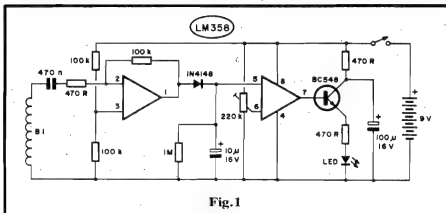

Fig.1
- FIG. 1 - O CIRCUITO - Centrado num único Integrado (que, contudo, "embute" dois Amplificadores Operacionais muito sensíveis e versáteis...), tipo LM358 (CA1458...), o circuito tem seu diagrama muito simples mostrado na figura. O primeiro dos dois Amp.Ops. contidos no Integrado, delimitado pelos pinos 1-2-3, está arranjado em Amplificador de altíssimo ganho, cujo fator de amplificação é dimensionado pela relação dos valores do resistor de realimentação (100K, do pino 1 ao pino 2) e de Entrada (470R, ao pino 2). A Entrada Não Inversora (pino 3) é mantida a "meia Tensão" da alimentação geral, via resistores de 100K, "empilhados", que através do seu ponto de junção polarizam a dita entrada... Os campos eletro-magnéticos oscilantes ou pulsados que se pretende detectar, são captados pela bobina sensora B1, nela desenvolvendo pequenos sinais elétricos, os quais são levados, via capacitor isolador de 470n à Entrada Inversora do Amp.Op. (pino 2). Depois de grandemente amplificados, os sinais se apresentam na Saida desse Amp.Op., pino 1, após o que são retificados pelo diodo 1N4148 e "depositados" sobre o capacitor de "armazenamento", o eletrolítico de 100u "pa-